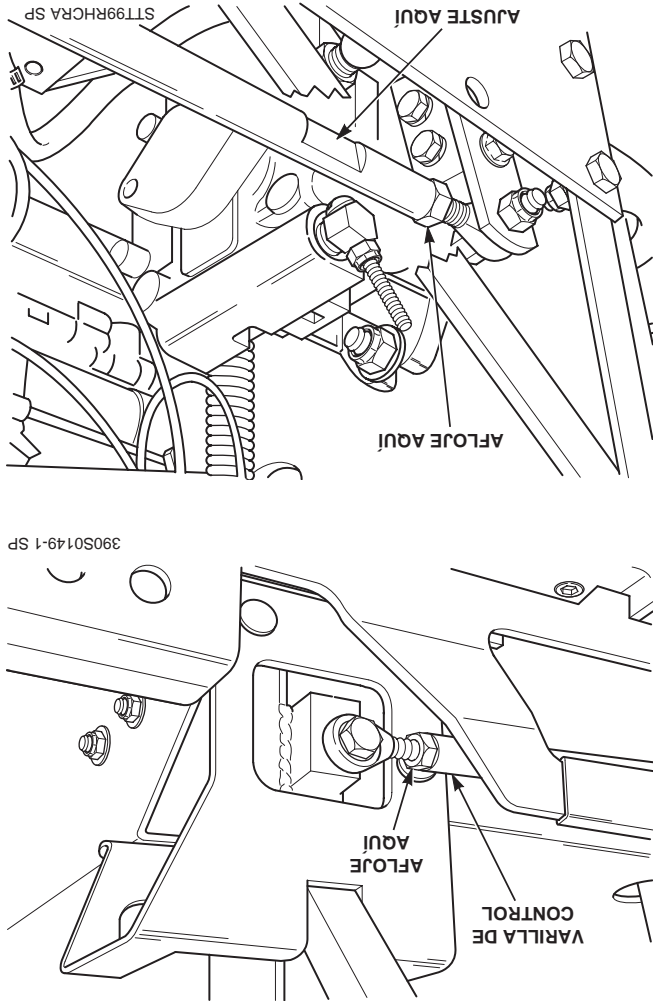

Figura 6-3 Ajuste de la varilla de control de dirección a mano derecha
- A. Detenga la máquina y coloque las palancas de control de dirección en la posición neutral. Afloje las tuercas de bloqueo que aseguran las juntas de rótula en cada extremo de la varilla de control de dirección del lado derecho. Gire la varilla de control para ajustar la varilla y apriete las tuercas de bloqueo. Esto causará que la varilla de control golpee menos la bomba del lado derecho, disminuyendo la velocidad de la rueda del lado derecho. (Vea la Figura 6-3, página 25)
4. Ajuste la rueda derecha alojando las contratuercas en la varilla de control de dirección y gire la varilla hasta que la rueda motriz gire hacia adelante. Gire la varilla en sentido contrario hasta que la rueda motriz deje de moverse. Gire la varilla 1/2 vuelta adicional. (Vea la Figura 6-3).